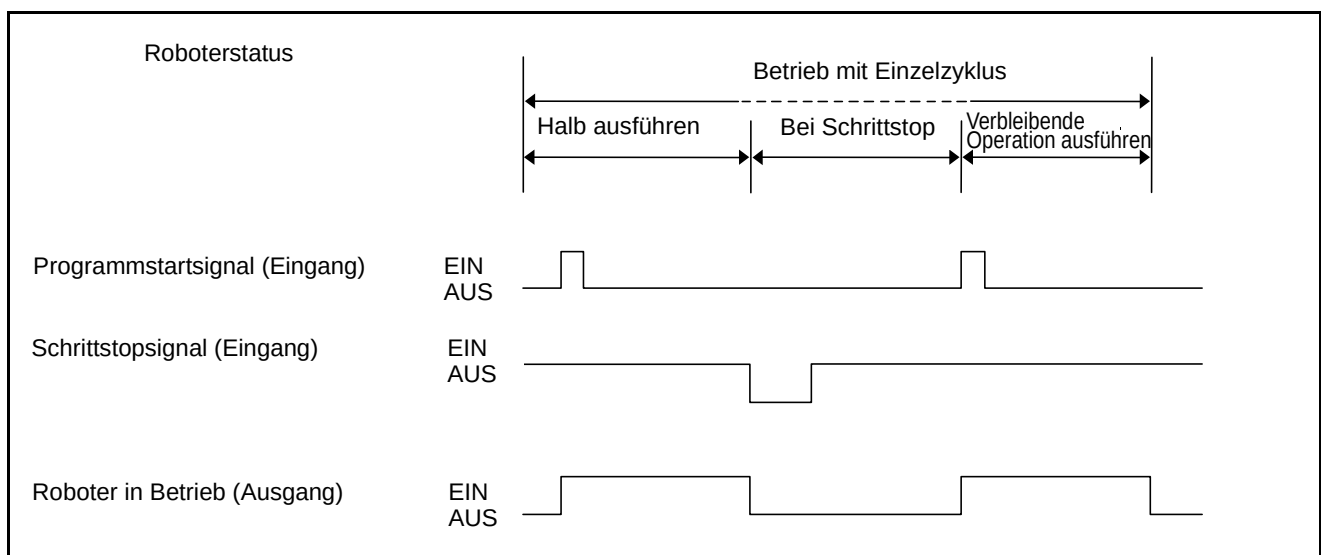

Abbildung 5-11 Schrittstopsignal
(3) Eingangsbedingungen und Bedienung
- ① Wenn der Status dieses Signals von EIN in AUS geändert wird, stoppt der Roboter alle Aufgaben sofort nach Ausführung des aktuellen Schrittes, und der Ausgang "Roboter in Betrieb" wird ausgeschaltet. Der automatische Modus bzw. externe Modus bleibt jedoch weiterhin gültig, und das unterbrochene Programm wird durch die Eingabe eines Programmstartsignals fortgesetzt, wie in Abbildung 5-11 dargestellt.
- ② Weitere Informationen zum Fortsetzen des Programmes nach einem Schrittstop, siehe Abschnitt 5.5.4.4 "Programmstart (Eingang)" in diesem Kapitel.